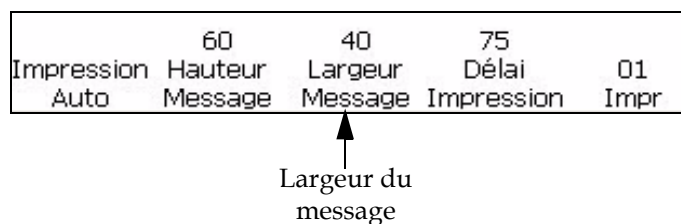

Figure 5-23: Paramétrage du réglage de largeur
Vous pouvez ajuster la largeur du message. La largeur du message se règle dans la Fenêtre <01 Imprimer>. Voir Figure 5-23.
- 1 Commencez dans la Fenêtre <01 Imprimer> (01 Editer > 02 Editer > 03 Editer > 04 Editer - Config. Imprimante > 01 Imprimer). Voir Figure 5-23.